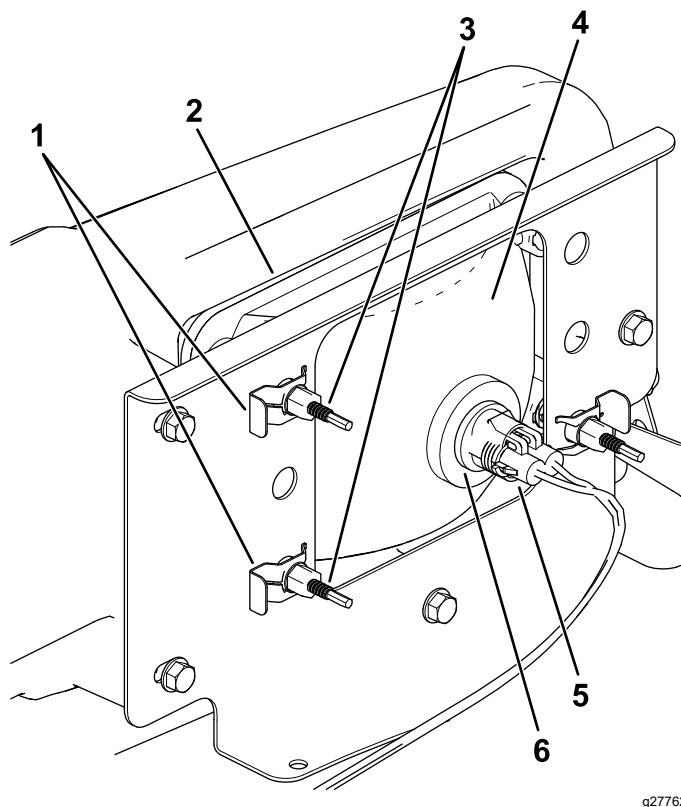

図 39
3. ランプアセンブリのコネクタから、ハーネス用のコネクタを外す 図 39。
- ヘッドライトをヘッドライトブラケットに固定しているスピードクリップを外す 図 39。
- ヘッドライトアセンブリ全体を前に押出して、前バンパーから外す 図 39。
- 取り付け穴に新しいヘッドライトを取り付ける 図 39。
- ハーネス用のコネクタを、新しいランプアセンブリのコネクタに接続する 図 39。
- ヘッドライトアセンブリの裏側部分にある調整ねじ 図 39を回してヘッドライトアセンブリの角度を変えてビームの方向を調整する。